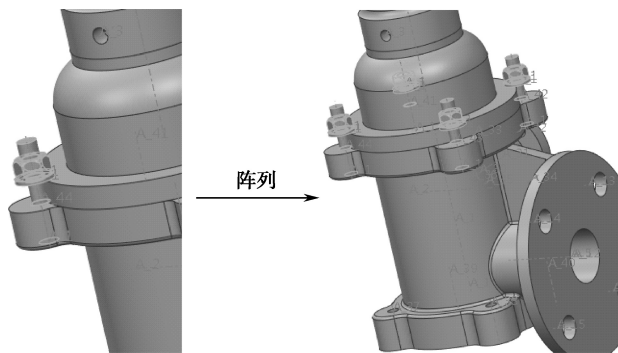

图 8-42 螺栓组件阵列
(1) 参照以上步骤，在“安全阀”装配体下建立“螺栓组件”，利用轴重合和面重合约束，将“螺栓.prt”、“垫片.prt”、“螺母.prt”分别装配至安全阀体法兰装配孔中。
(2) 在装配环境下激活“安全阀”组件，选中“螺栓组件”，单击【模型】→【阵列】按钮，将【阵列参考】下拉项选择为【轴】，点选“阀体.prt”元件的腔体中心轴 A_1，【数量】输入栏填入 4，【角度】输入栏填入 90，单击【确定】按钮，完成组件“螺栓组件.prt”的阵列装配，如图 8-42 所示。